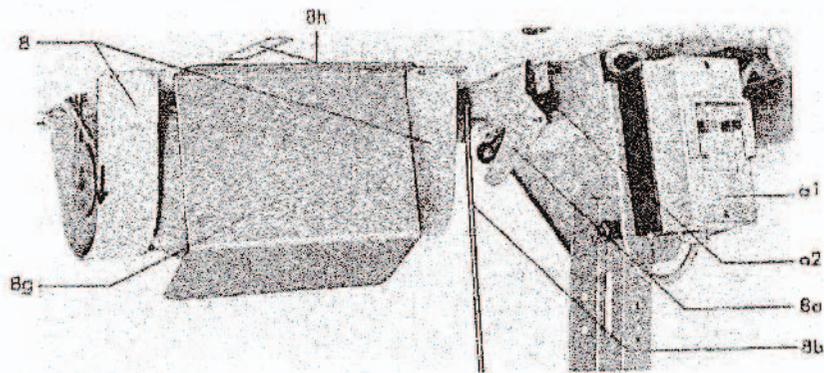

Abb. 5a
2. Die beiden Riemenschutzbleche 8 (Abb. 5a) sind ebenfalls, wie aus dem Installations- und Montageplan ersichtlich, mit acht Halbrundholzschrauben 3,5 x 20 unter der Tischplatte zu befestigen. Für die zum Motor hin liegenden Holzschrauben sind auf der Tischplattenunterseite vier Ankerungen vorhanden.
Das im Beipack befindliche Schutzblech 8g gemäß der Abbildung 5a direkt hinter dem Langloch 8h parallel zum Motor unter der Tischplatte befestigen. Bereits ausgelieferte Maschinen können nachträglich mit dem Schutzblech ausgestattet werden. Es ist unter der Bestell-Nr. 55710102 vom Werk zu beziehen.
3. Die Anschlußleitung mit Motorschutzschalter a1 (Abb. 5a), Ausschalter a2 und Handschalthebel 8a sind gemäß den Maßangaben des Installations- und Montageplanes unter der Tischplatte zu befestigen. Auf der Tischplattenunterseite sind hierzu zwei Ankerungen für den Handschalthebel 8a und zwei Ankerungen für den Ausschalter a2 vorhanden. Siehe auch Tischplattenmaßskizze.
4. Den Motor gemäß Schaltbild (Abb. 4a) im Motorklemmkasten anklammern. Die Drehrichtung des Motors ist durch den Pfeil in Abbildung 5a
6. Das Schaltgestänge 8b (Abb. 5a und 5b) vom Handschalthebel 8a zum Pedal einhängen und so einstellen, daß die Bedienungsperson durch Vorwärtstraten des Pedals ungehindert ausschalten kann.